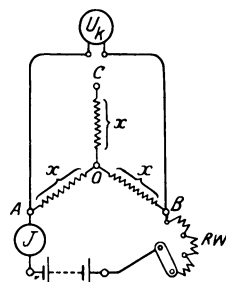

Abb. 18. Bestimmung der Widerstände bei Sternschaltung zu Aufgabe 77.
77. Drei unbekannte aber gleiche Widerstände sind, wie Abb. 18 zeigt, zu einem Stern vereinigt. Man schickt zu den Klemmen  $A$  und  $B$  einen Strom  $J = 3 [2] \text{ A}$ , und mißt die Klemmenspannung  $U_k = 9 [6] \text{ V}$  zwischen  $A$  und  $B$ .